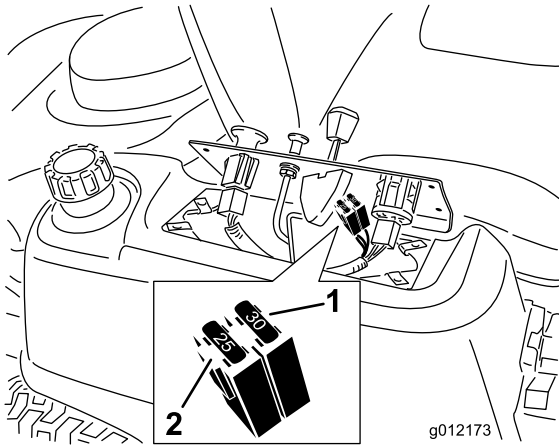

Bild 39
2. Heben Sie das Armaturenbrett an, um an den Hauptkabelbaum und den Sicherungsblock zu gelangen (Bild 39).
3. Ziehen Sie die Sicherung zum Wechseln heraus (Bild 39).